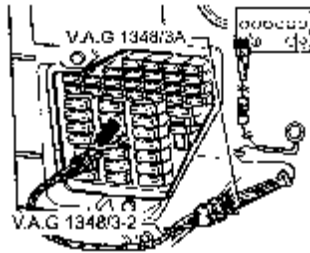

图 2-142 连接 V.A.G 1348/3A
(1) 拆下行李箱内的铺垫。
(2) 短促起动发动机，正常应该能够听到汽油泵运转的声音。关闭点火开关。
(3) 如果汽油泵不运行，拆下前保险丝盒的盖板，将 28 号保险丝从保险丝盒中拔下，将遥控器 V.A.G 1348/3A 用转接器导线 V.A.G 1348/3-2 接到汽油泵触点 28a 和蓄电池正极(+) 上，如图 2-142 所示。按下遥控器按钮。如果汽油泵运转，进入步骤 (4)，如果汽油泵不运转，进入步骤 (5)。